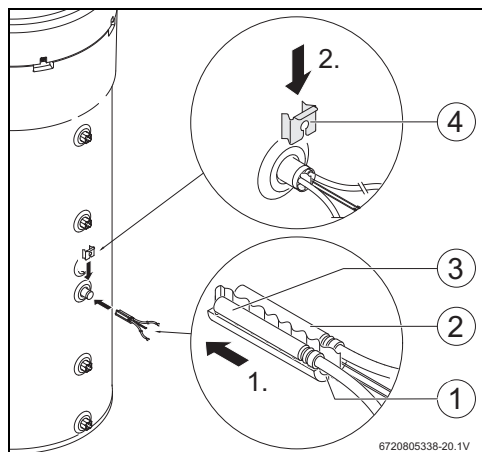

Fig. 7
- ▶ Montare il set di montaggio (fig. 7, [1]), la sonda di temperatura collegata all'accessorio (fig. 7, [2]) e la sonda di temperatura collegata al regolatore (fig. 7, [3]) e posizionarli come rappresentato in fig. 7.
- ▶ Applicare la clip di fissaggio (fig. 7, [4]).